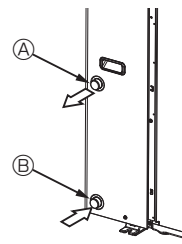

Fig. 4-1
### 4.1. Prikluček za vodne cevi (Fig. 4-1)
- Položaj odvodnih in dovodnih cevi prikazuje Fig. 4-1.
[Fig. 4-1]